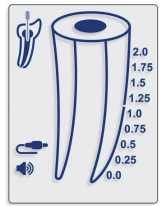

Fig. 4
5.4.7. Branchez le câble de mesure dans l'appareil et vérifiez que l'icône de câble s'affiche à l'écran (Fig. 4).